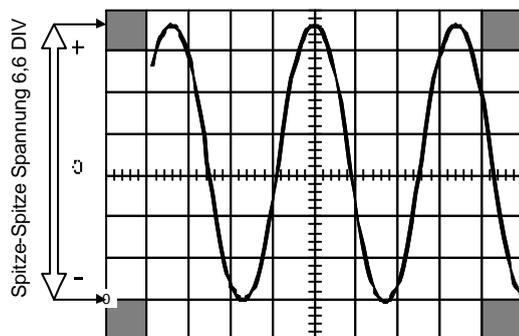

Abbildung 9-5
Verschieben Sie nun mit dem horizontalen Positionseinsteller (12) die Kurve so, dass der positivste Punkt des Signals durch die vertikale Mittellinie führt. In der **Abbildung 9-5** beträgt die Strecke zwischen Extremwerten 6,6 Rasterteilungen (DIV).